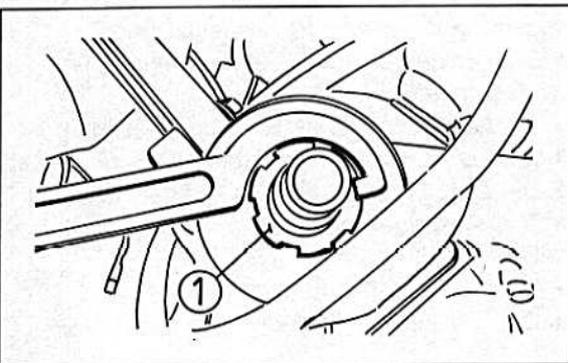

Bild 358
- Die untere Nutmutter lösen (Bild 358).